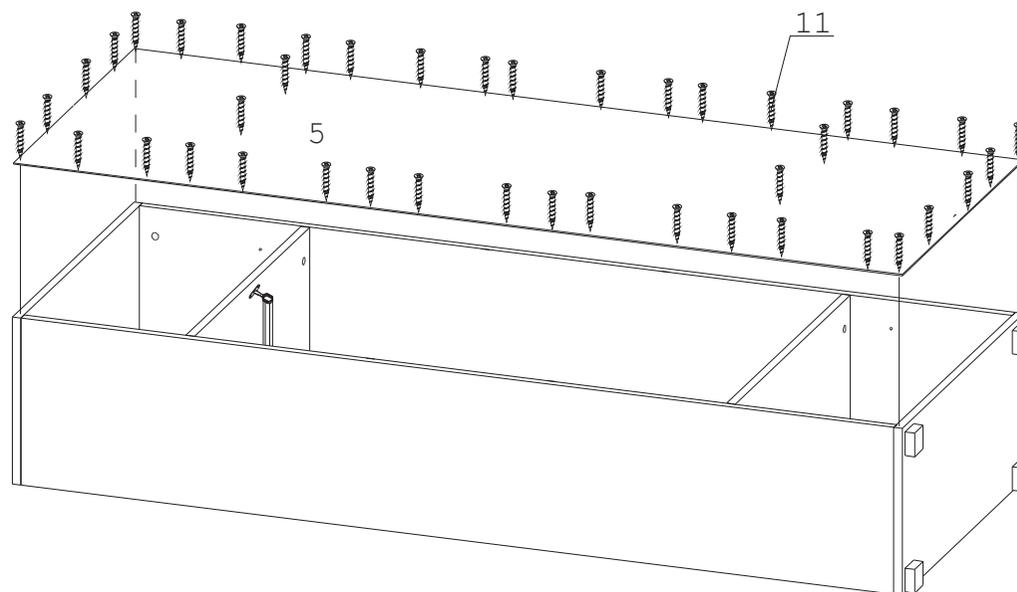

Рис. 8
9. Заднюю стенку 5 уложить на каркас шкафа, прикрутить саморезами 11 на расстоянии примерно 150мм друг от друга (Рис. 8).